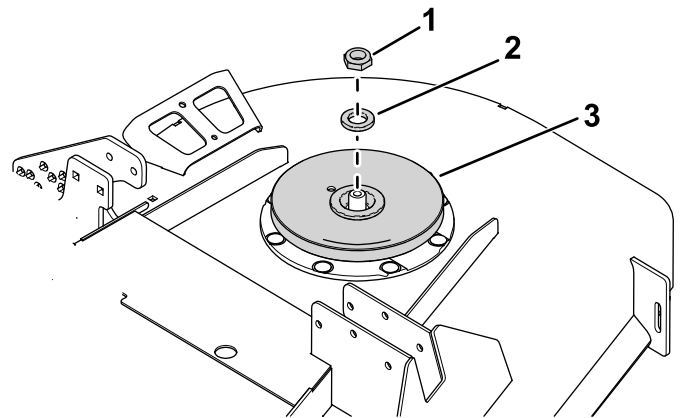

Figura 5
1. Retire la tuerca y la arandela que sujetan la polea de la cuchilla existente al eje (Figura 5).
2. Retire la polea (Figura 5).
3. Utilice la tuerca y la arandela para sujetar la polea nueva al eje (Figura 5).